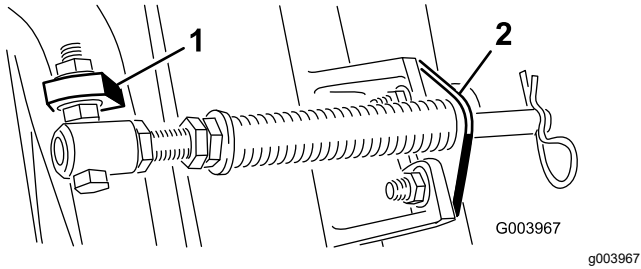

Figura 5
Nota: Posizionate la testa del bullone sul lato esterno dell'aletta, come illustrato nella **Figura 5**.
D. Montate la staffa dell'asta sulle alette degli elementi di taglio usando i bulloni a testa tonda e i dadi (**Figura 5**).